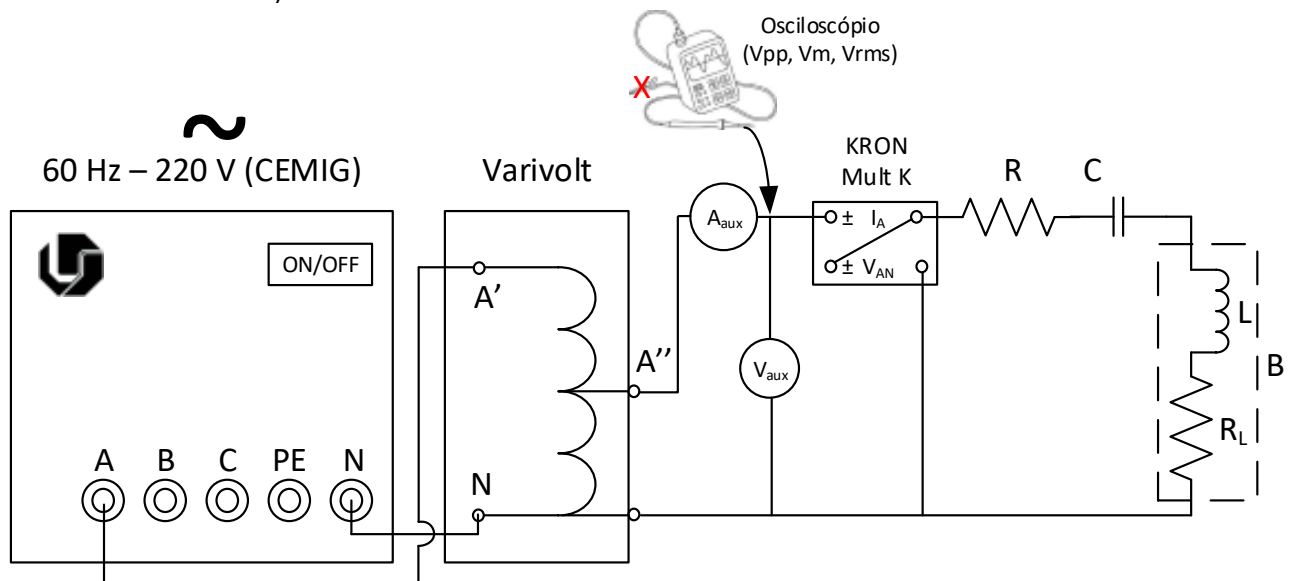

Figura 1 – Montagem Experimental
- a. Realize a montagem informada na Figura 1, com os parâmetros R , C , L , R_L , V e f (preenchendo as Tabelas 1 e 2).
- Na Figura 1, usando o medidor eletrônico *KRON Mult K* é possível encontrar a medição da potência real (P) - vatímetro, reativa (Q) e aparente (S) do circuito.